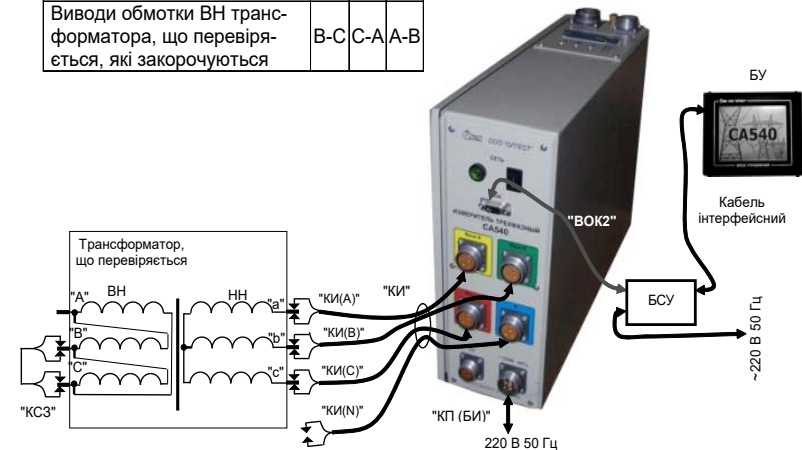

Рисунок 6.27
1) Зібрати вимірювальну схему при управлінні Вимірювача від БУ (рисунок 6.27) з використанням вбудованого джерела живлення для трансформатора з обмоткою НН Y (для обмотки Z - аналогічно).